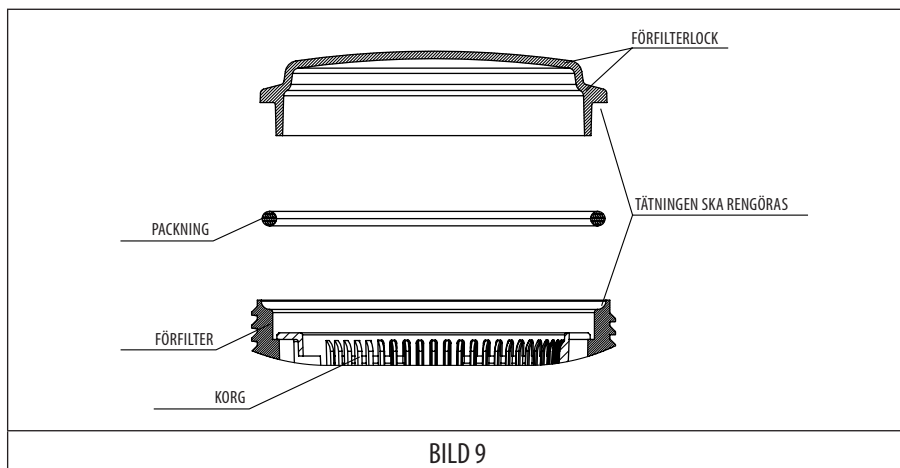

BILD 9
- Varje gång förfiltret öppnas ska du rengöra tätningssätet och själva tätningen från föroreningar för att se till att locket stängs tätt (BILD 9).